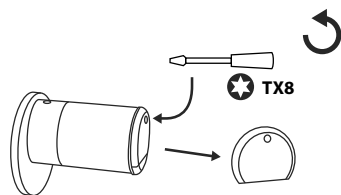

Fig. 2
① Avec le tournevis TX8 fourni, retirez la vis sur la face intérieure de la porte à l'extrémité avant du bouton et ouvrez le couvercle. On peut faire tourner la vis seulement jusqu'à l'ouverture du couvercle, elle ne tombe pas. (Fig. 2).
② Retirez les anciennes piles et éliminez-les dans les règles de l'art.